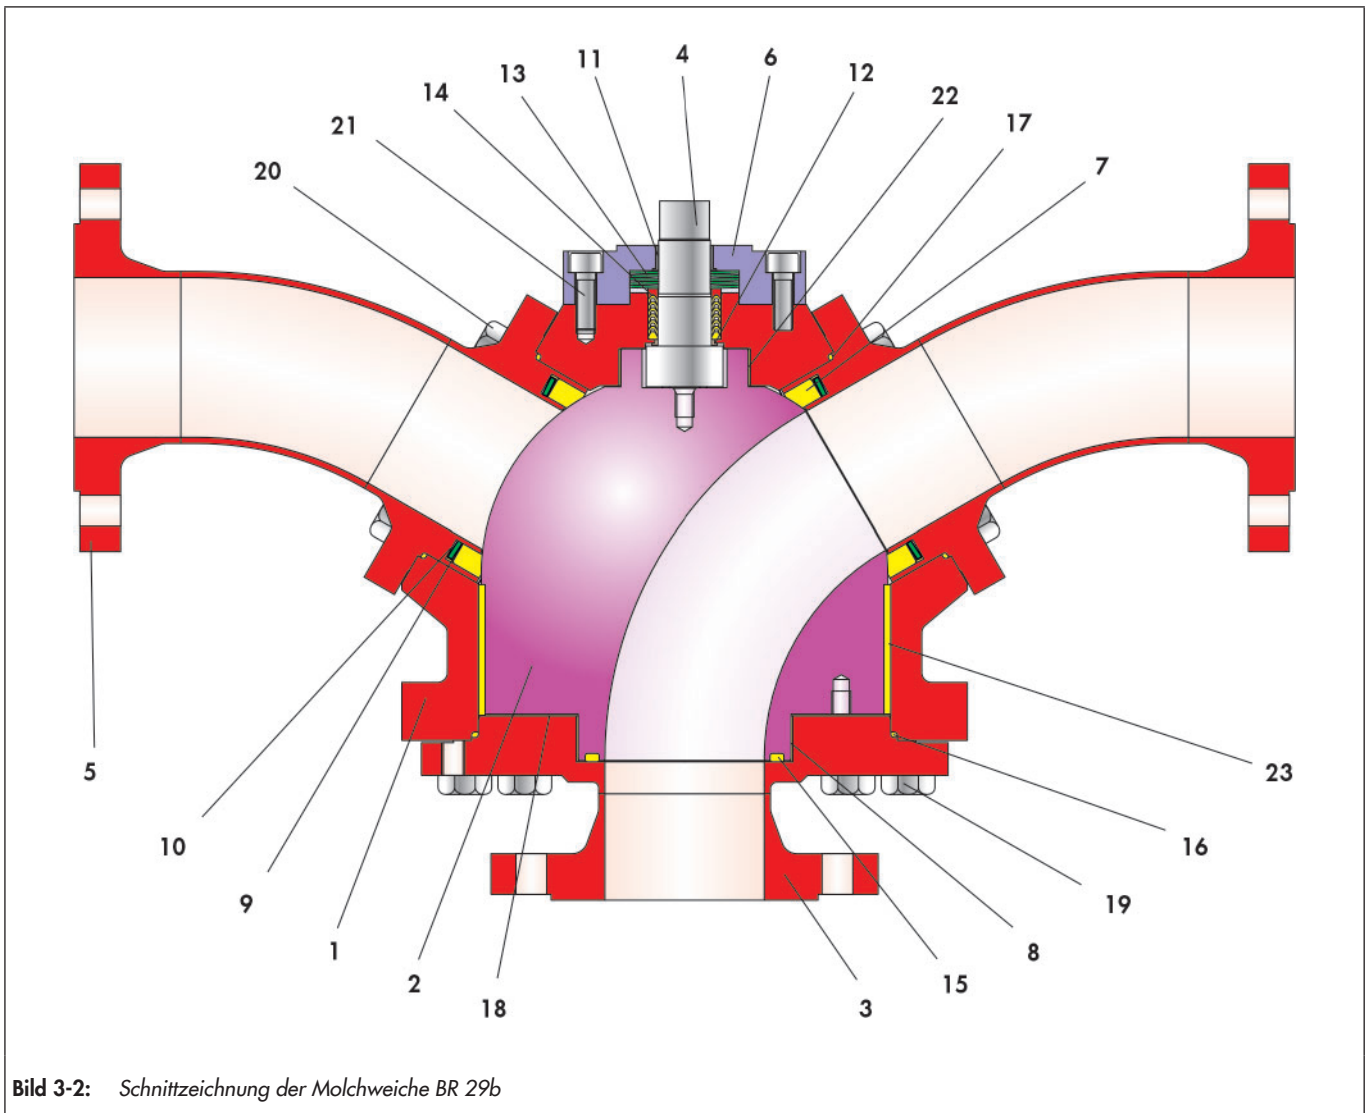

Bild 3-2: Schnitzzeichnung der Molchweiche BR 29b
Die in Bild 3-2 dargestellte Lage und Anordnung der Einzelteile ist bei der Montage einzuhalten.
- ⇒ Ummantelte Tellerfeder (9) in das jeweilige Seitengehäuse (5) einlegen, vgl. Bild 3-2.
- ⇒ Sitzring (7) auf die Tellerfeder (9) aufdrücken.
- ⇒ Diese Montage für alle Seitengehäuse (5) wiederholen.
- ⇒ Dachmanschettenpackung (14) mit einer leicht drehenden Bewegung über die montierte Schaltwelle (4) schieben und in die Packungsaufnahme des Grundgehäuses (1) einlegen. Anordnung der V-Ringe vgl. Bild 3-2
- ⇒ Tellerfedersatz (13) über die Schaltwelle (4) bis auf die Dachmanschettenpackung (14) legen. Anordnung der Tellerfedern vgl. Bild 3-2.
- ⇒ Lagerbuchse (11) in den Stopfbuchsflansch (6) eindrücken.
- ⇒ Stopfbuchsflansch (6) über die Schaltwelle auf das Grundgehäuse (1) aufsetzen.
- ⇒ Stopfbuchsflansch mit den gefetteten Schrauben (21) justieren und gleichmäßig und wechselseitig anziehen.